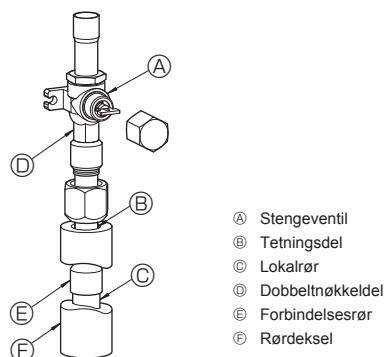

Fig. 4-3
- ③ Bruk følgende fremgangsmåte for tilkopling av rør på gassiden: (Fig. 4-3)